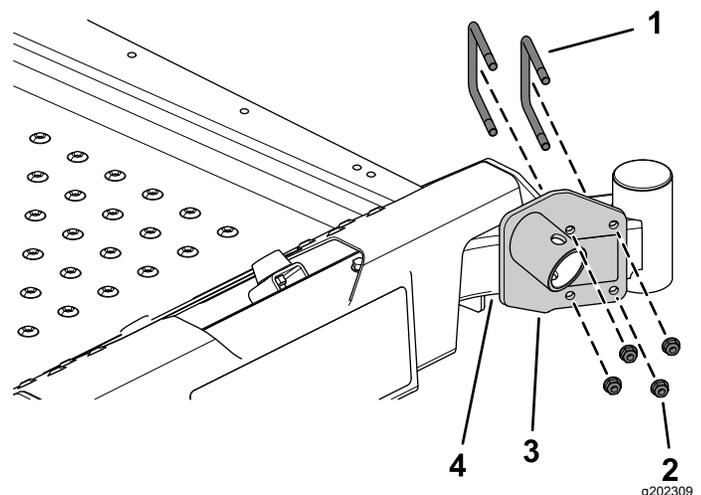

Bild 1
3. Befestigen Sie die Wagenheberbefestigung mit den beiden mitgelieferten U-Bügeln und vier Bundmutter am vorderen linken Achsrohr (**Bild 1**).